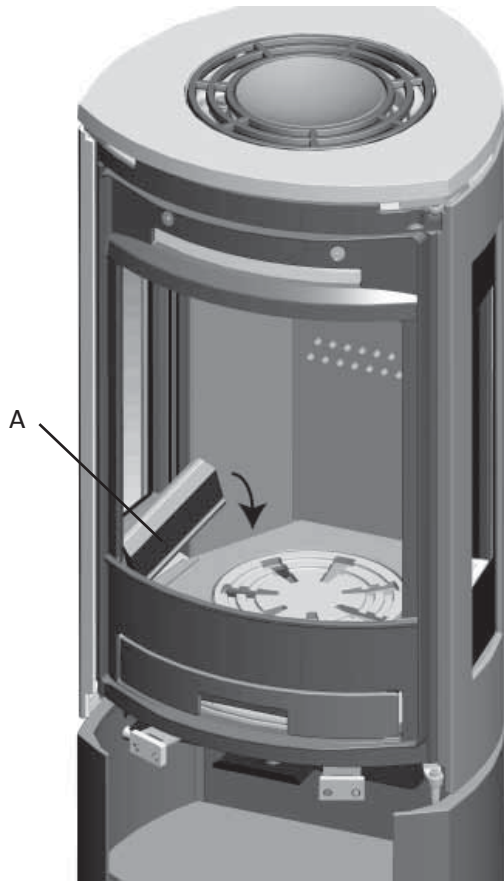

Fig.12
3. Verwijder het vuurrooster, de bodemplaat en de aslade (afb. 12 D).